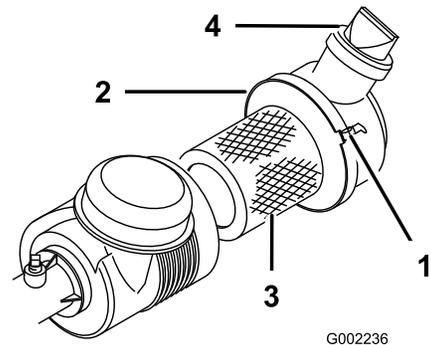

Figura 39
Verifique se existe algum dano no corpo do filtro de ar que possa provocar uma fuga de ar. Verifique se a cobertura está devidamente selada no filtro de ar. Substitua o corpo do filtro de ar se este se encontrar danificado. Aperte a válvula (Figura 39) antes de cada utilização, para eliminar quaisquer sujidades ou detritos. Efetue a manutenção do filtro de ar a cada 100 horas de funcionamento.
3. Desaperte a correia do filtro de ar que prende a cobertura do filtro de ar do corpo do filtro de ar (Figura 39) e separe a tampa do corpo.
7. Prenda as correias (Figura 39).
4. Coloque a tampa com a válvula virada para baixo e prenda as correias (Figura 39).